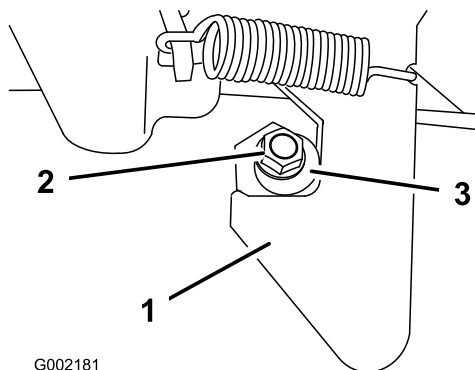

Figura 29
1. Allentate il dado sull'estremità della colonnetta di ancoraggio (Figura 29).
2. Girate la colonnetta di ancoraggio in senso orario finché non si trova saldamente contro il dispositivo di chiusura, quindi serrate il dado (Figura 29).